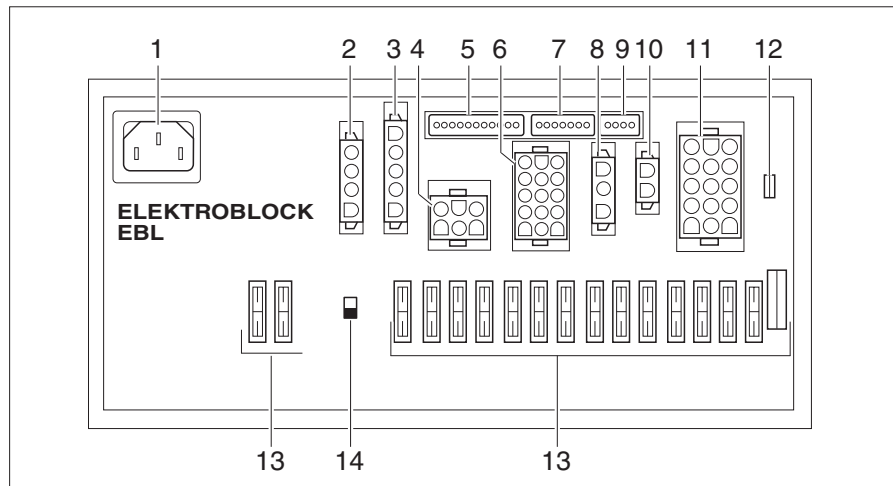

Fig. 222 Bloque eléctrico (EBL 102)
En función del modelo, el bloque eléctrico (Fig. 222) se encontrará en la consola de asiento debajo del asiento del conductor o en la zona del garaje o del grupo de asientos del bar (Globeline).
- ▷ El separador de batería (Fig. 222,14) desconecta todos los consumidores que están conectados al bloque eléctrico, de la fuente de alimentación 12 V.